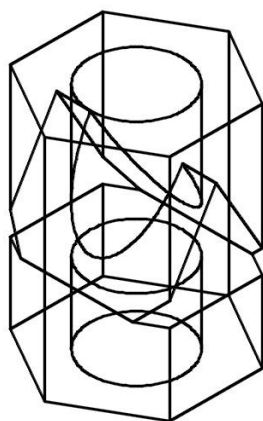

Рис. 5. 3D-модель призмы с вырезами (типовой пример)
- 1) создать твердотельную модель призмы с вырезами (типовой пример) - рис. 5;